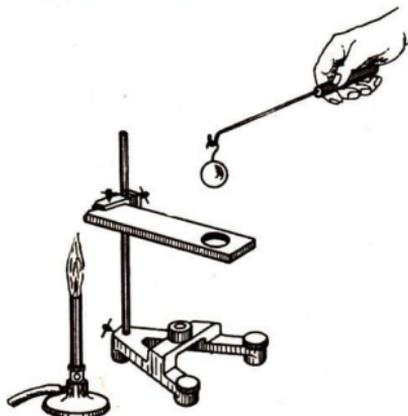

Abb. 101/2. Ausdehnen fester Körper beim Erwärmen
**3. Die Ausdehnung fester Körper.** Auch feste Körper dehnen sich aus, wenn sie erwärmt werden. Eine Metallkugel paßt bei Zimmertemperatur gerade noch durch eine Bohrung hindurch (Abb. 101/2). Erwärmt man die Kugel stark, so sitzt sie auf und fällt erst hindurch, wenn sie sich wieder etwas abgekühlt hat. Hierbei spielen sich jedoch zwei Vorgänge ab. Einmal zieht sich die Kugel infolge der Ab-